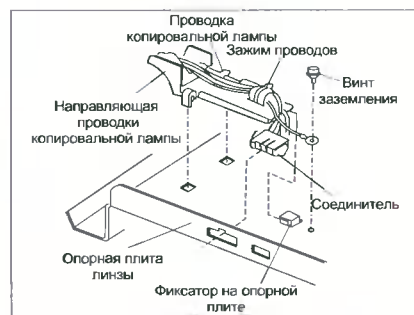

Рис. 4
- снимают соединитель с передней стороны рамы (рис. 4);